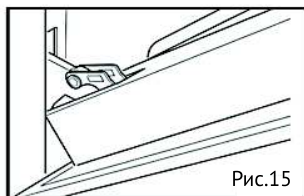

Рис.15
- Установите петли в посадочные места (рис. 15.)